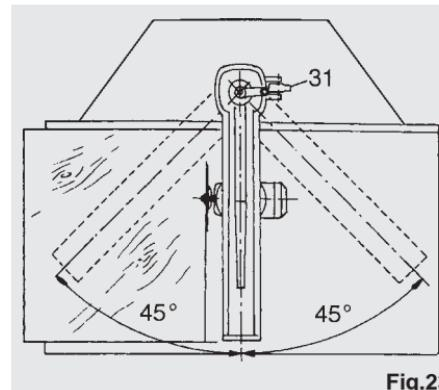

Fig.23
- Posicionar el brazo a 0° como en la fig. 23 y bloquear la rotación introduciendo la palanca (31) en su alojamiento.
- Colocar una tabla contra la varilla de tope, cortar la misma por todo el recorrido del carro y verificar que el corte resulte en escuadra. (ver fig. 23).